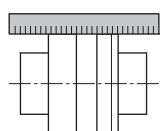

Fig. 12: Verificação do alinhamento radial com uma régua
- Em alternativa, o controlo do alinhamento radial do acoplamento também pode ser realizado com uma régua (ver Fig. 12).